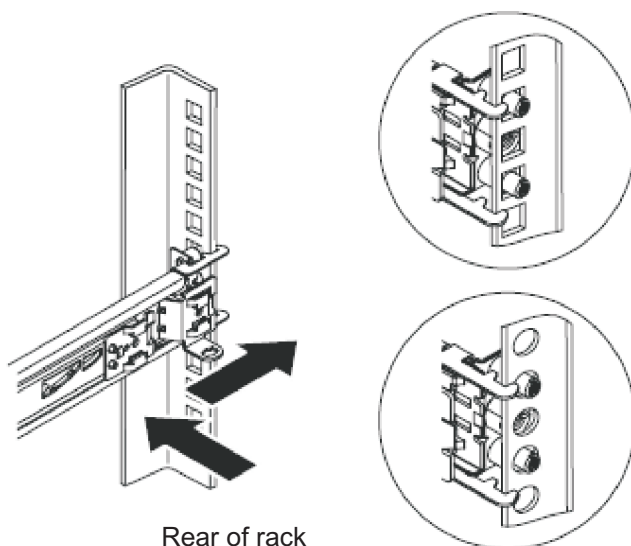

Figura 69. Instalando a extremidade traseira dos trilhos deslizantes
3. Instale a extremidade traseira dos trilhos deslizantes, conforme mostrado em Figura 69.